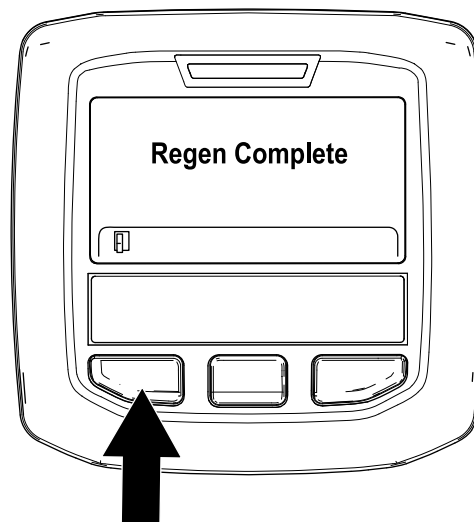

Bild 40
- Die geparkte Regenerierung ist abgeschlossen, wenn die Meldung „Regen. Complete“ im InfoCenter angezeigt wird. Drücken Sie die linke Taste, um den Homebildschirm anzuzeigen (Bild 40).